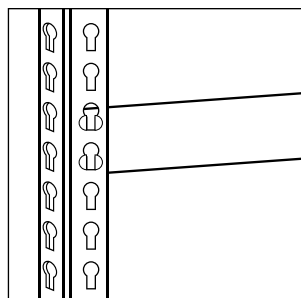

Рис. 2. Сборка стойки и стяжки
2. Возьмите стойку и металлическую стяжку, длина которой будет соответствовать длине стеллажа и установите ее на стойке на необходимой высоте с внутренней стороны стойки, вставив «усы» стяжки в круглые отверстия стойки, а затем, приложив усилие, опустить ее вниз до упора (рис. 2).